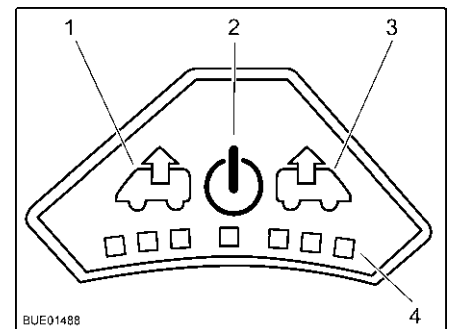

Bild 90 Fläktrreglage
- Tryck på på/av-knappen (Bild 90,2). Fläkten går i komfortläge (vädring med lägsta fläktvarvtal).
- För att höja fläktvarvtalet: Tryck på vädringsknappen (Bild 90,1). Fläktvarvtalet i vädringsriktningen ökar en nivå. Lampor (Bild 90,4) visar de olika nivåerna.
- För att minska fläktvarvtalet: Tryck på ventilationsknappen (Bild 90,3). Fläktvarvtalet minskar en nivå.
- För att höja fläktvarvtalet: Tryck på ventilationsknappen (Bild 90,3). Fläktvarvtalet i ventilationsriktningen ökar en nivå. Lampor (Bild 90,4) visar de olika nivåerna.
- För att minska fläktvarvtalet: Tryck på vädringsknappen (Bild 90,1). Fläktvarvtalet minskar en nivå.
- Tryck på på/av-knappen (Bild 90,2). Fläkten stannar och lamporna släcks.